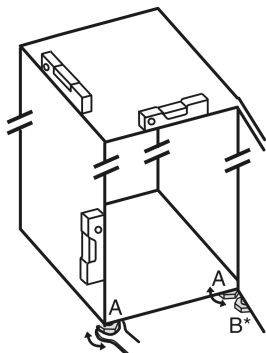

Fig. 35
- Zhvendosni këmbëzat me rregullim Fig. 35 (A) me çelës fiso dhe me ndihmën e një niveli me ujë, derisa pajisja të jetë niveluar mirë.
- Zhvendosni këmbëzat me rregullim Fig. 35 (B) në bazamentin mbështetës me çelësat fiso të përfshirë në paketim, derisa të jetë mbështetur mbi dyshteme.
- Rotullojeni këmbën me rregullim Fig. 35 (B) sërish maksimumi 90°, për të parandaluar dëmtimin e derës.